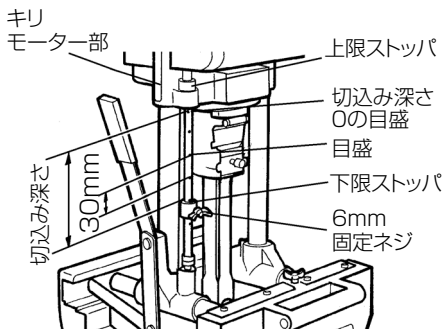

図 28
- (1) ストップスクリューには 30 mm 間隔の目盛がついています。この目盛はキリ先端の位置を示す目安です。
- (2) キリモーター部が上限ストッパに触れているとき、キリモーター部のすぐ下の目盛が切り込み深さ 0 を示します。切込み深さはこの 0 の目盛の位置から下限ストッパまでの距離です。
- (3) 下限ストッパの 6 mm 固定ネジをゆるめ、下限ストッパをお望みの深さのところへ移動し、6 mm 固定ネジを締めます。(図28)